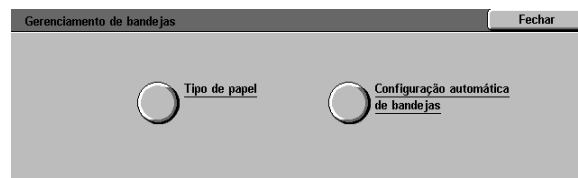

Figura 9: tela Gerenciamento de bandejas
- 1 Na tela Recursos, toque no ícone **Gerenciamento de bandejas** para exibir a tela Gerenciamento de bandejas, conforme ilustrado na Figura 9.